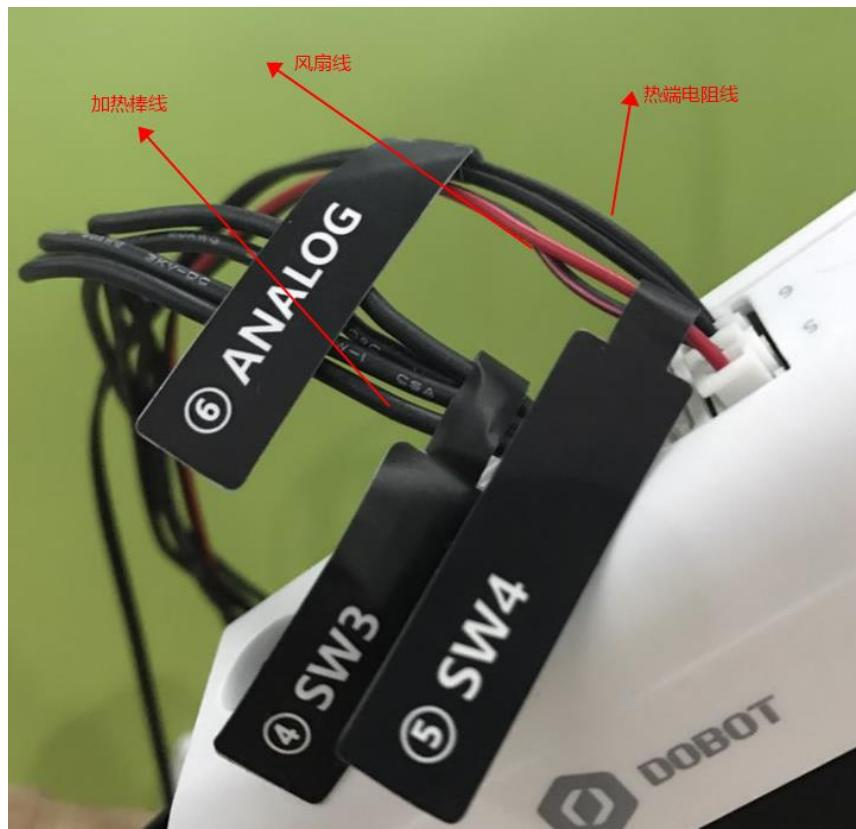

图 5.117 小臂接线示意图
**步骤 5** 将加热棒电源插入小臂界面“SW3”，风扇电源线插入小臂界面“SW4”，热敏电阻线插入小臂界面“ANALOG”，如图 5.117 所示。